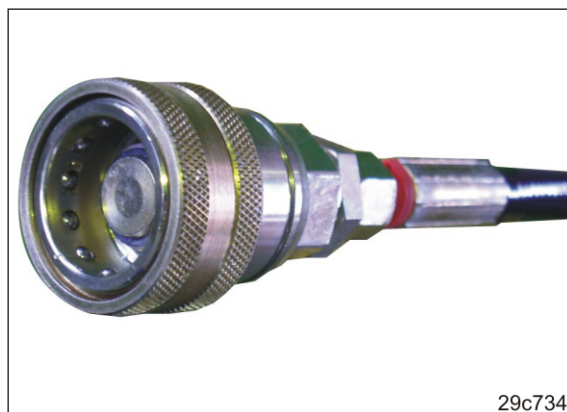

Fig. 133
4. Curățați mufa hidraulică (Fig. 133) și cupla hidraulică pe partea tractorului.